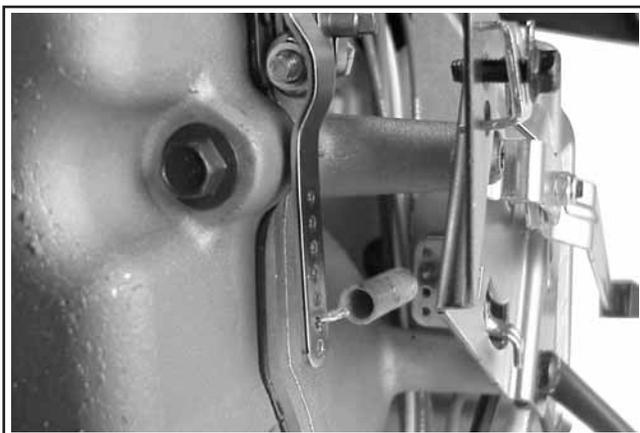

Figura 11-55. Instalar a Mola do Regulador.
2. Instale a mola do regulador no orifício adequado no braço do regulador e a alavanca de controlo da borboleta, conforme indicado no gráfico. Tenha em atenção que as posições do orifício se contam a partir da parte superior da alavanca. Consulte a Figura 11-55.